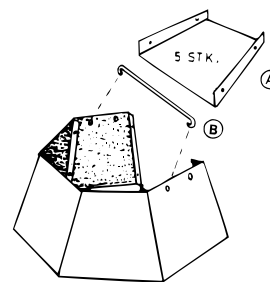

Fig. 9
6. Varmeskjoldet for røykklokken (fig. 9) består av 5 stk. stålplater (A) som settes sammen med skruer (8 stk. skruer M 6x10 med muttere). I platene er det hull i øvre del der støttestaget (B) hukes på. Støttestaget må monteres som vist på fig. 9.